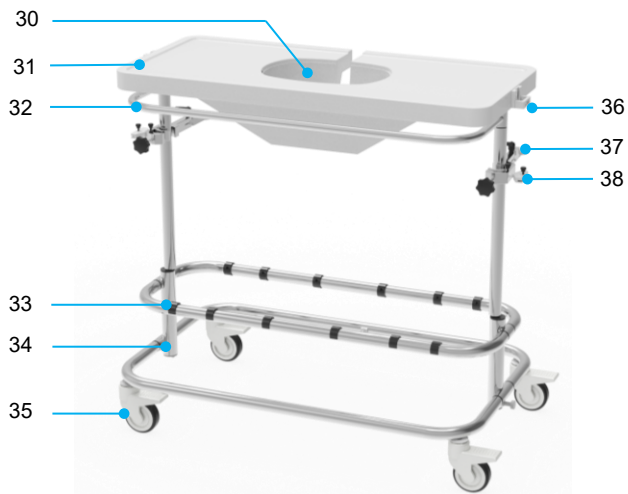

Figura 8 Carro
La unidad térmica y las dos unidades de bombeo están montadas en un carro (véase la Figura 8). El carro está equipado con ruedas giratorias con frenos y una barra de empuje para permitir el transporte intrahospitalario.
- Coloque el carro en la posición correcta y aplique los frenos en las ruedas giratorias (véase la Figura 8, elemento 35).
- Coloque el recipiente para el hígado en la cavidad de la mesa Liver Assist (véase la Figura 8, elemento 30).
- Oriente el tubo azul hacia el lado portal (PV) y el tubo rojo hacia el lado arterial (HA).
- Coloque los sensores de presión en los soportes a cada lado de la mesa (véase la Figura 8, elemento 36).
- Coloque los oxigenadores en los soportes del carro (véase la Figura 8, elemento 37) presionándolos en la abrazadera (véase la Figura 11).